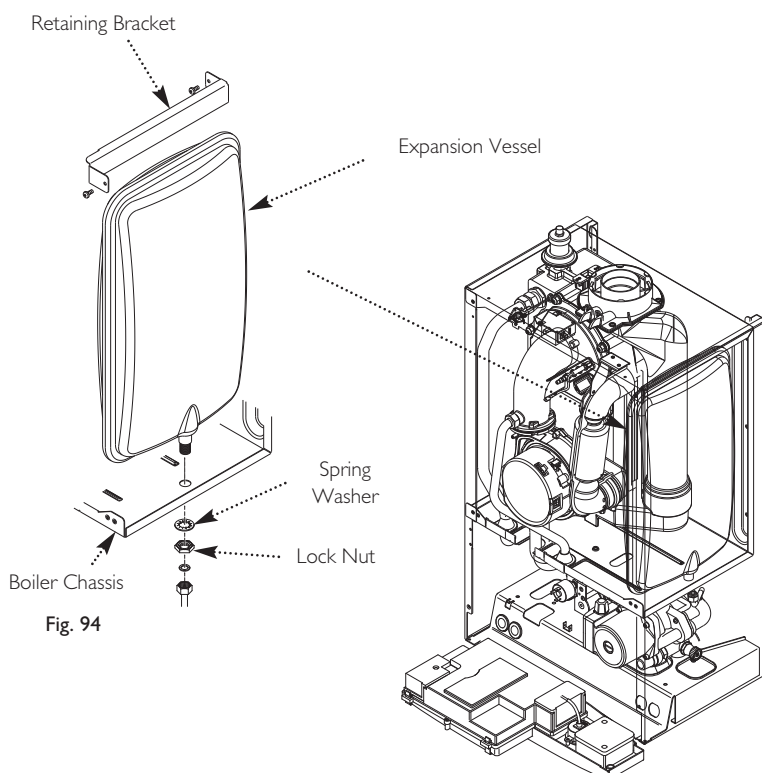

Fig. 94
14.20 Expansion Vessel (Fig. 94)